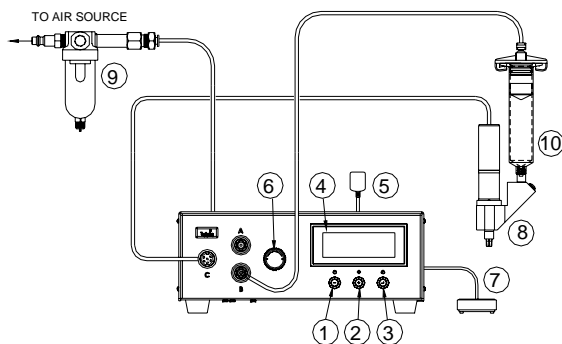

Figura 6.0
#### 5.3.1 Conexión de la unidad: (Consulte la Figura 6.0 para obtener detalles)
##### 5.4.1 Conexión de la unidad: Consulte la Figura 6.0 para obtener detalles
2. Mantenga presionado el botón de ajuste (3) durante dos segundos para ingresar en la pantalla de configuración.
3. Presione los botones (+) y (-) simultáneamente, el punto de ajuste de baja presión aparecerá en la pantalla, como se muestra en la Figura 6.0.
4. Presione el botón de ajuste (3) y el botón (+) simultáneamente para aumentar el punto de ajuste.
5. Presione el botón de ajuste (3) y el botón (-) simultáneamente para reducir el punto de ajuste.
6. Mantenga presionado el botón de ajuste (3) durante dos segundos para guardar los datos.